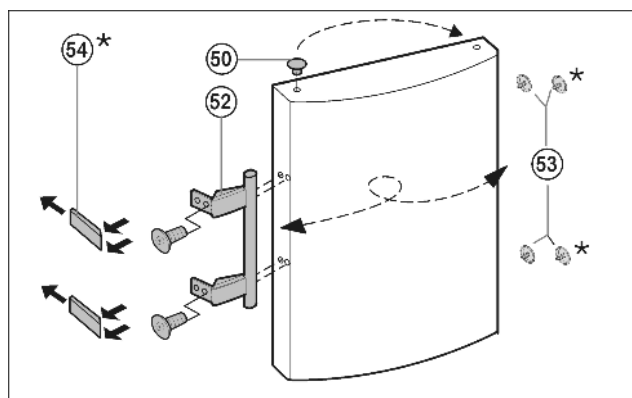

Fig. 14
- ▶ Estrarre il tappo Fig. 14 (50) dall'alloggiamento del supporto della porta e spostare.
- ▶ Smontare la maniglia della porta, Fig. 14 (52), i tappi Fig. 14 (53) e le piastre di spinta Fig. 14 (54) e spostare sul lato opposto.